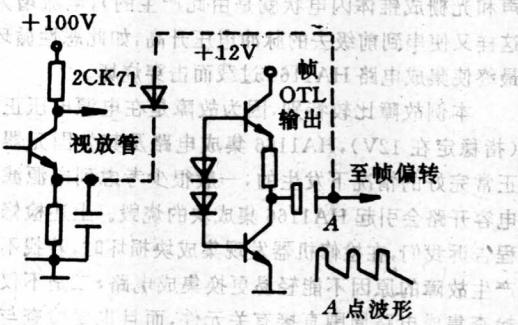

图2
该电路是互补低频放大电路,如图1所示,印制板图如图2所示。
如图1所示的波形是通过示波器看到的MC13007④脚(视预放输出脚)的场消隐波形。从图中不难看出,正常的MC13007内部产生的消隐信号的时间宽度 t_1 ,大于有故障的MC13007的场消隐信号的时间宽度 t_2 ,由于 t_2 的时间小于场逆程回扫时间,这样就不能完全消除场逆程回扫线,造成电视机幅面顶端出现明显的回扫线。针对这种情况,我们考虑,权且当集成块MC13007没有场消隐功能,另外给视放管发射极提供正向场逆程脉冲,使视放管在场逆程时截止,这样,场消隐的宽度不再取决于集成块内部,而取决于视放管发射极上的场逆程脉冲宽度,完全消除了场回扫线。实验证明,这种方法简便可行无副作用。具体的做法只须按如图2中虚线一个二极管2CK71就可以了。但必须注意,在印板上连接2CK71时,必须用塑料套管套住,以免将其他电路短路。值得指出,这种补救办法适合于任何采用MC13007集成块的电视机。